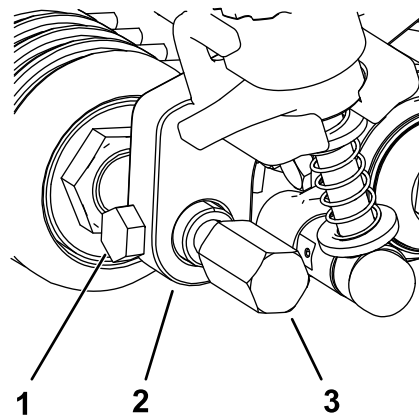

Bild 21
5. Setzen Sie die Frontrollenwelle zwischen die Schnitthöhenhalterung mittig ein und befestigen Sie sie mit den zwei Befestigungsschrauben, die Sie von den alten Schnitthöhenhaltern entfernt hatten (Bild 21).
6. Befestigen Sie die Groomer-Schutzvorrichtungen auf beiden Seiten der Frontrollenwelle (Bild 21).